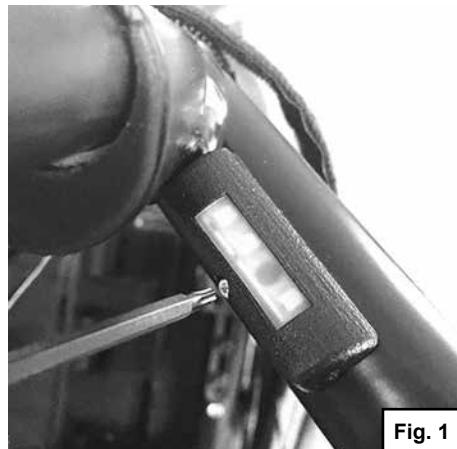

Fig. 1
5. Ziehen Sie die Schneidschraube mit einem Drehmoment von max. 2 Nm an (Fig. 1)